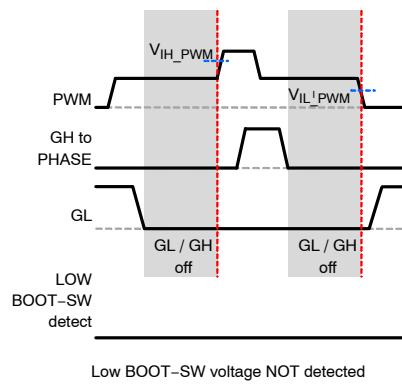

图 35. 未检测到较低的BOOT-SW电压并且 PWM 从三态变为高电平或低电平
- 如果未检测到低BOOT-SW电压状况，在退出三态时，SPS执行PWM指令(参见图35)。